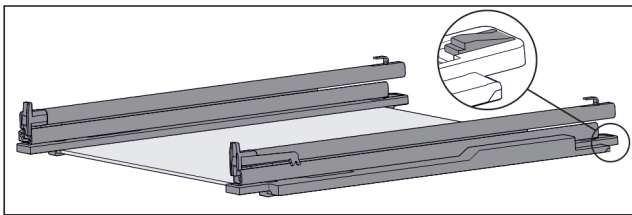

Fig. 109 Placa de vidrio con guías y piezas de sujeción
- ▶ Presione hacia abajo la pieza de sujeción por detrás (consulte Fig. 109) y, simultáneamente, deslice la guía hacia atrás.